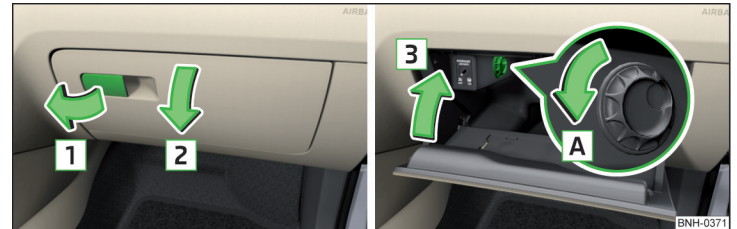

Abb. 80 Ablagefach öffnen / Ablagefach schließen und Luftzufuhr öffnen
- › Den Griff in Pfeilrichtung **1** » Abb. 80 ziehen.
› Abb. 80.
- › Durch das Drehen des Drehschalters in Pfeilrichtung **A** bis zum Anschlag wird die Luftzufuhr **geöffnet** » Abb. 80.